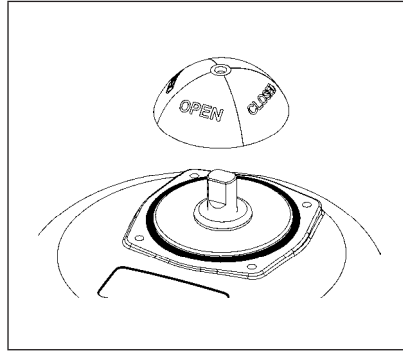

Figure 10 : Démontage de l'indicateur de position
- Retirez l'indicateur de position (voir « Figure 10 »).